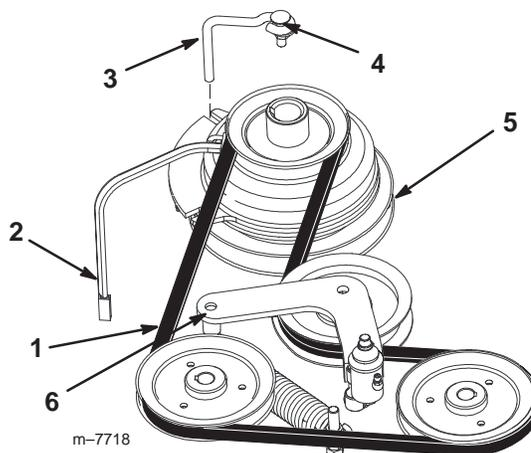

Bild 63
2. Entfernen Sie die Schraube von der Kupplungsbefestigung und ziehen Sie das Elektrokabel der Kupplung ab (Bild 63).
4. Entfernen Sie den Fahrtriebsriemen von den Motor- und Hydraulikpumpenscheiben (Bild 63).
5. Legen Sie einen neuen Riemen um die Motor- und Hydraulikpumpenscheiben (Bild 63).
7. Lösen Sie den Druck auf den federgespannten Spannarm (Bild 63).